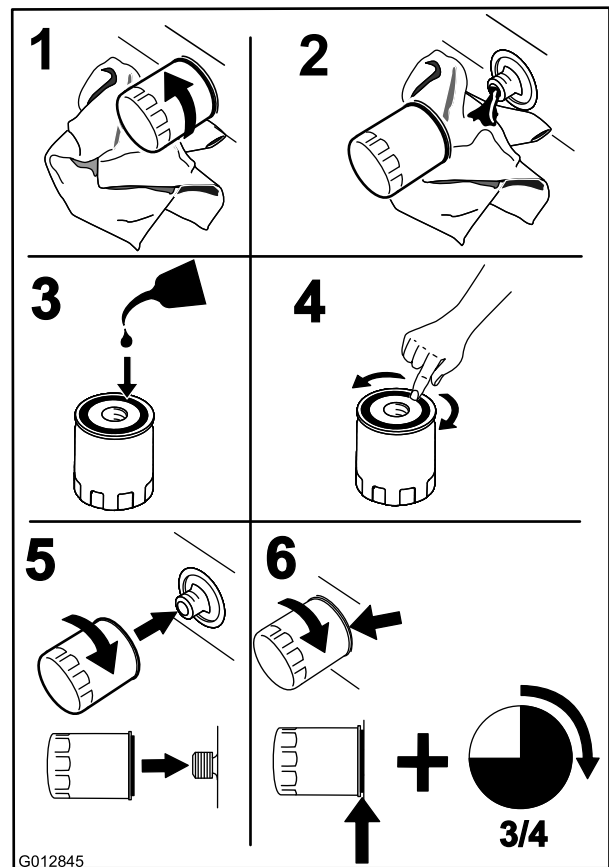

Figura 48
3. Cambiate il filtro dell'olio del motore (Figura 48).